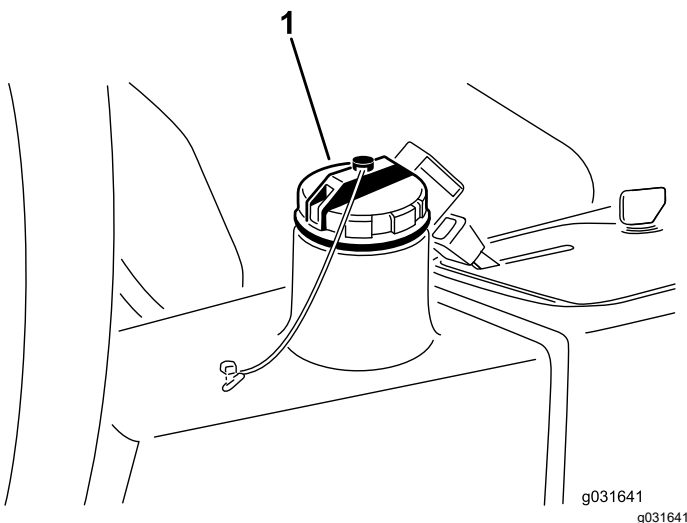

Figura 61
4. Llene el depósito (Figura 61) con aproximadamente 13.2 litros (3.5 galones US) de fluido hidráulico; consulte Especificación del fluido hidráulico (página 52) y Comprobación del nivel de aceite hidráulico (página 53).